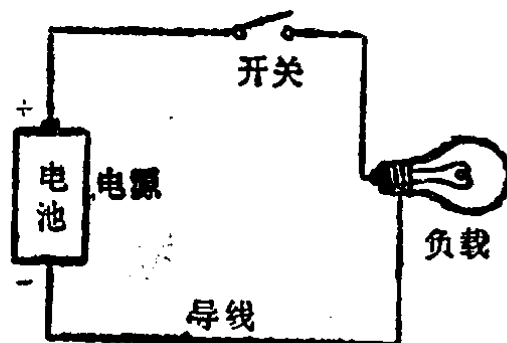
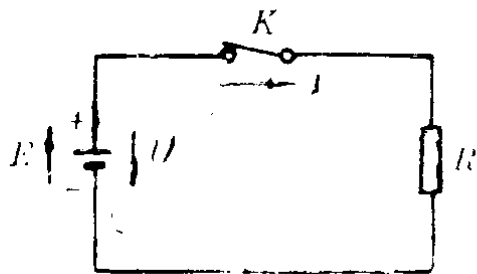

图 1-2 电路的组成
图 1-5 电路图
运行都是依靠电流的作用。为要产生电流，需要构成电路。最简单的用电电路如图1-2所示。从图中可以看到，一个电路主要由电源、负载、导线三部分组成。
4. 电路图：像图1-2那样的实物电路图，看起来易懂，但画起来太麻烦，又没有突出电路的本质。例如，我们常用的电烙铁的木柄、烙铁头，与电路没有丝毫关系，电烙
应用这个办法画电路图，图 1-2 所示的电路就可用图 1-5 表示，其中 $\text{+|}|$ 表示直流电源，相当于图 1-2 中的电池。 $\square$ 表示电阻，相当于图 1-2 中的灯泡（即负载）。图中并标出了电势、电压和电流的方向。